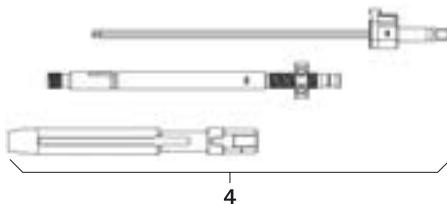

Fig. 6
- Montar a alavanca de reposição **4**, ver Fig. 6.